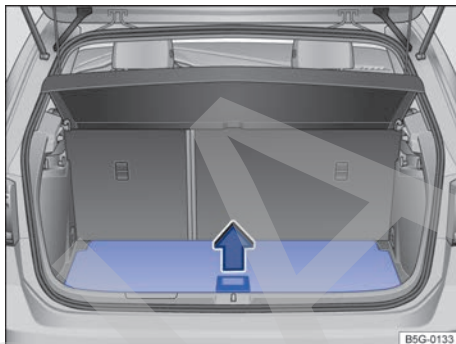
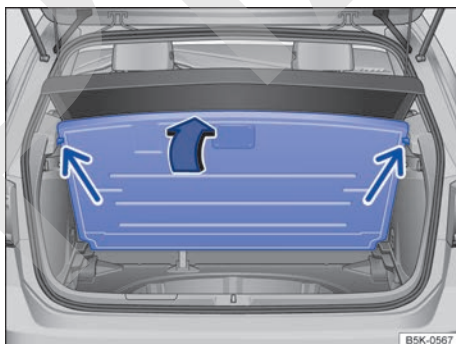

Fig. 161 En el maletero: levantar el piso variable.
Fig. 162 En el maletero: piso variable levantado.
- Para *abrir* el piso, agárrelo por la cavidad → fig. 161 y levántelo hasta que quede sujeto por los encastres laterales (flechas) → fig. 162.